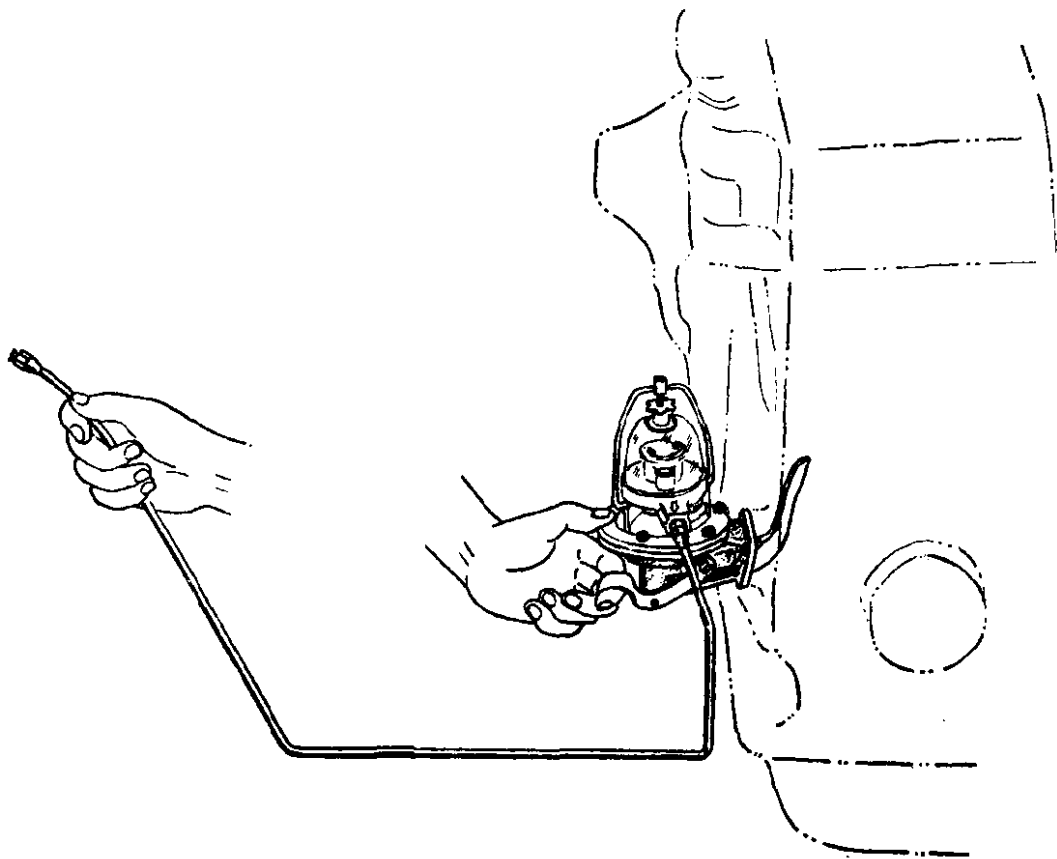

图2 检查通汽化器的油管是否来油
① 没有汽油从油管中喷出，这就可以断定故障在油箱与汽油泵之间（包括汽油泵）。再用手扳动汽油泵泵油手柄，如果仍不来油（见图2）。